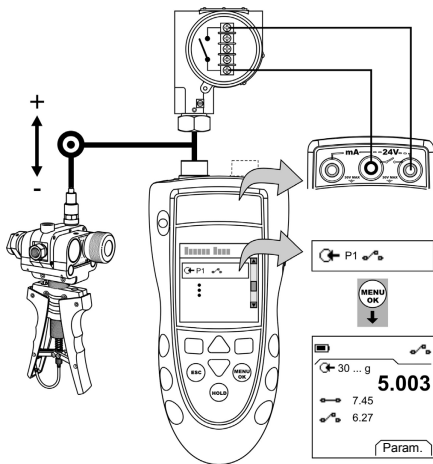

Figure 4 : Exemple de configuration - Test de contact
1. Connecter l'instrument (Figure 4) et, si nécessaire, régler la Configuration (Tableau 1).